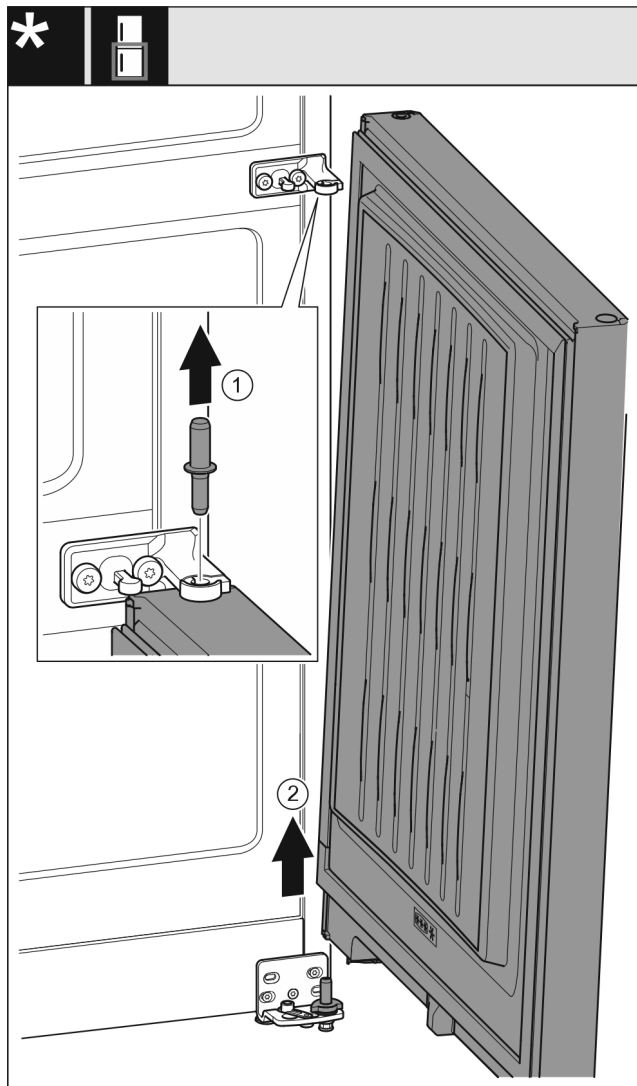

Fig. 10 Brez blažilnika za zapiranje vrat
- Izvlecite sornike Fig. 10 (1) v smeri navzgor.
- Vrata Fig. 10 (2) obrnite navzven, jih povlecite navzgor in postavite na stran.